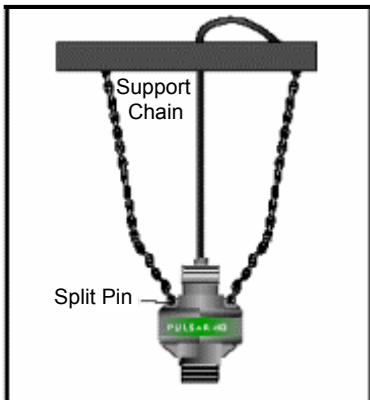

FIGURE 3
- במקרים שאי אפשר להשתמש בחיבור העליון של 1" BSP או באוגן אפשר לתלות הגשש ע"י שרשרות מקושרות לחורים בחלק העליון של הגשש – במקום ללא רוחות (ראה Fig.3). לוודא שהגשש מאוזן לפני הנוזל.